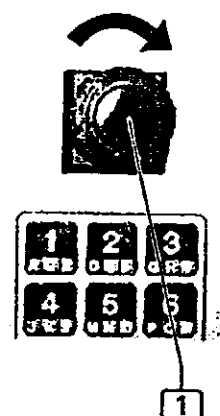

Abb. 30
8. Рис. 30: Обметочный автомат дает высокую производительность благодаря совмещенному способу работы: В процесс машинной обработки могут включаться до четырех деталей брюк.
1. Рис.30: Нажать на кнопку Стоп-программа.